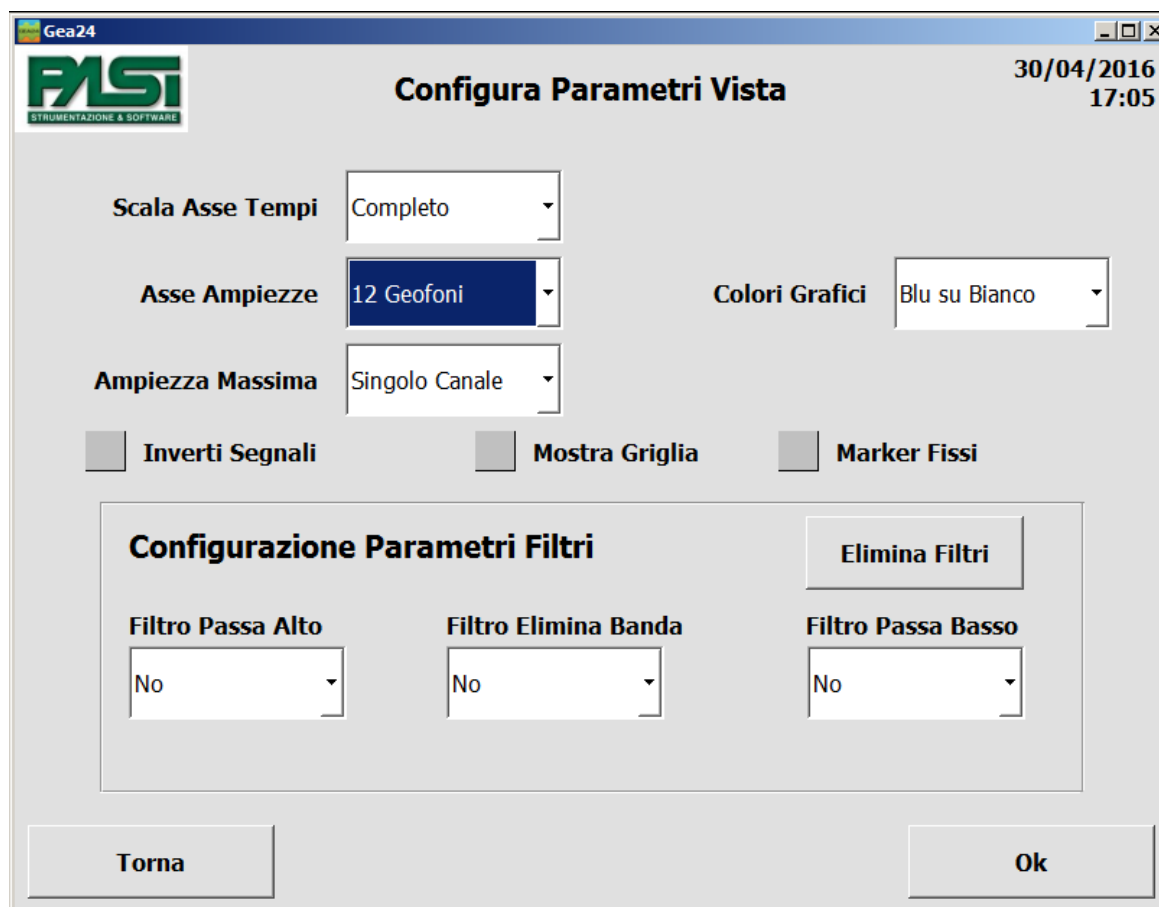

FIGURA 13 - FINESTRA DI CONFIGURAZIONE DEI PARAMETRI DELLA VISTA E DEI FILTRI.
- Vista - Cambia la modalità di visualizzazione dei segnali (vedi paragrafo 6.4.5.1, figura 13);